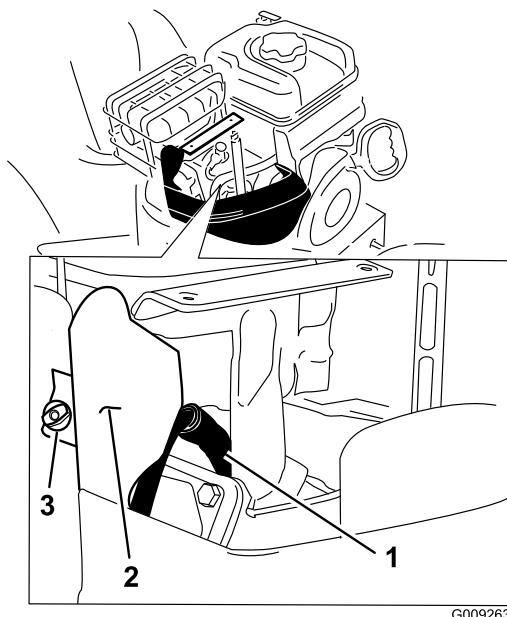

Figure 34
4. Enlevez la vis à oreilles du support et le support (Figure 34).
5. Nettoyez la surface autour de la base de la bougie (Figure 34).